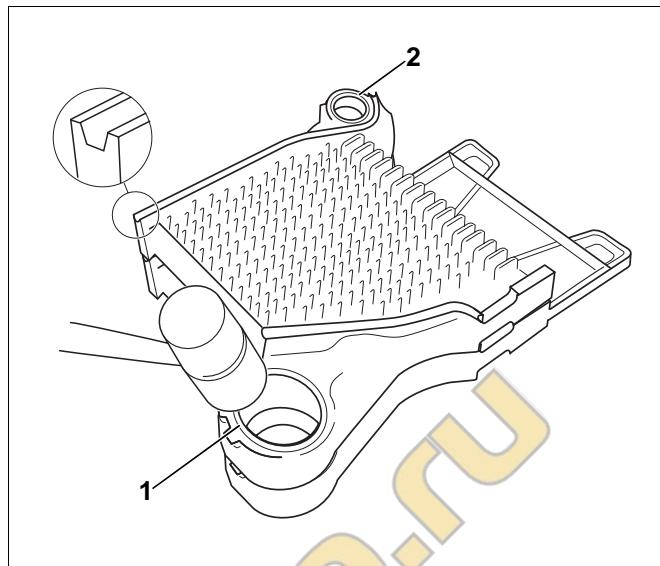

Рис. 12 Сборка средней и конечной секций
- Верхнюю и нижнюю ступицы (рис. 12, **поз. 1 и 2**) средней секции надеть на ниппели конечной секции.
- Ударяя резиновым или деревянным молотком, соединить среднюю секцию с конечной (рис. 12).